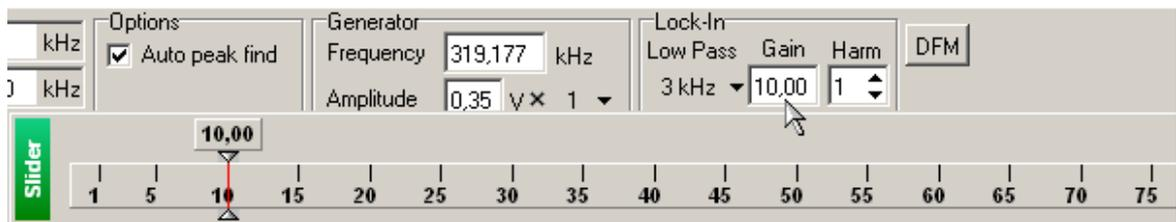

Рис. 7-6
2. Щелкните дважды на поле ввода коэффициента усиления синхронного детектора **Gain**, в результате появится ползунок (Рис. 7-6).